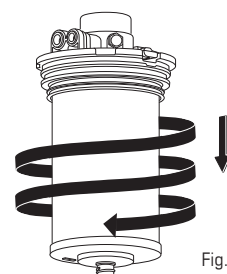

Fig. 39
7. **Desenrosque** el cartucho del soporte para retirarlo y **deseche** el cartucho de acuerdo con las normas locales (Fig. 39).